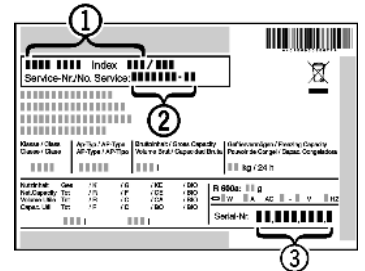

Fig. 7
- ▶ Назва пристрою *Fig. 7 (1)*, сервісний номер *Fig. 7 (2)* та серійний номер *Fig. 7 (3)* вказані на табличці типів. Табличка типів знаходиться всередині пристрою, зліва.
- ▶ Повідомте сервісну службу про характер неполадки, назву пристрою *Fig. 7 (1)*, сервісний номер *Fig. 7 (2)* та серійний номер *Fig. 7 (3)*.